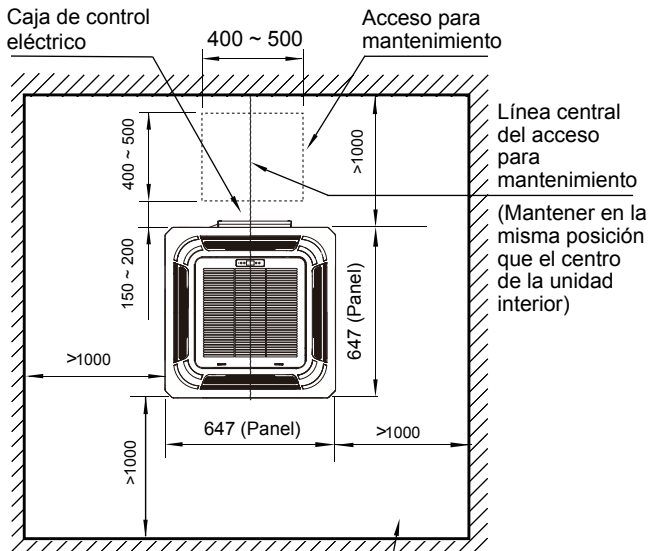
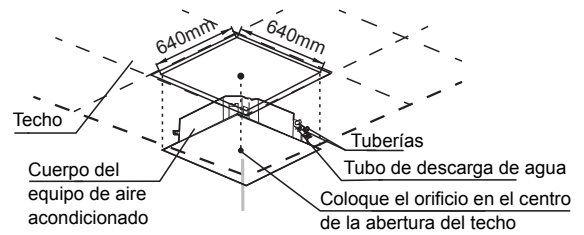

Imagen 2.1
Imagen 3.5
1. Taladre orificios cuadrados de 640 mm x 640 mm en el techo según el diseño de la placa de instalación (accesorio 2). Consulte la Imagen 3.5. Para el acceso para mantenimiento, consulte la Imagen 2.1.